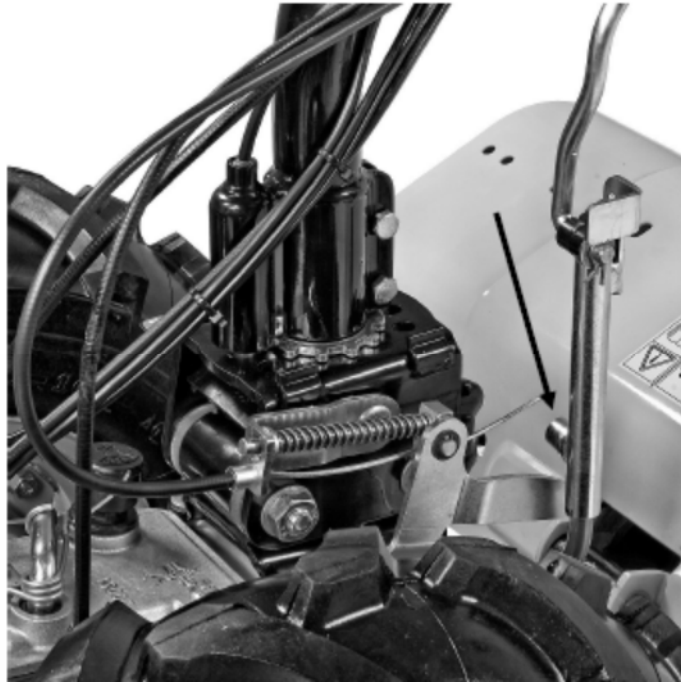
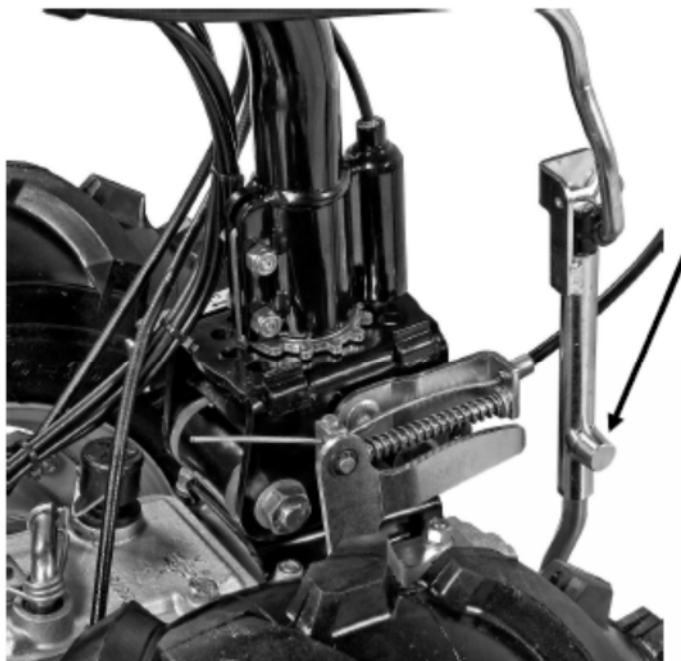
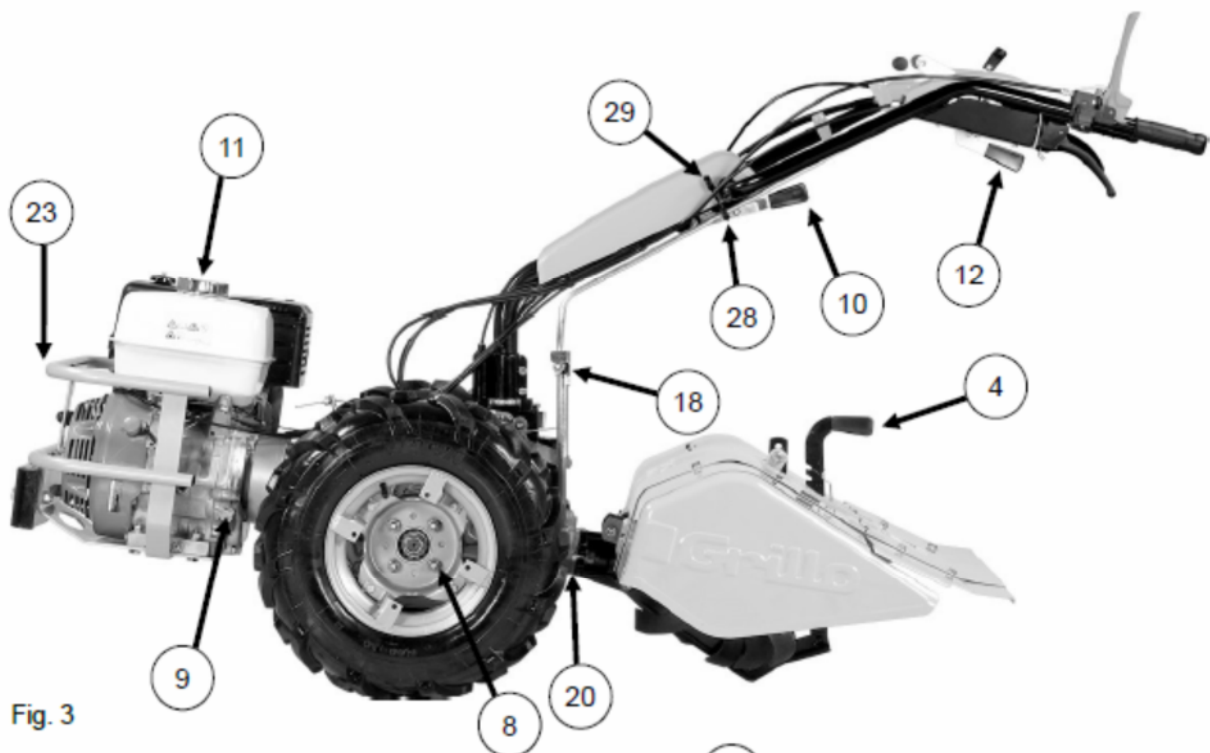

Fig. 2
Fig. 2A
Fig. 3
2. Smør maskinens PTO flange og kobling med fedt (fig 3 nr 20)
3. Af transport hensyn er maskinen sendt med styret over motoren. For at vende styret, tryk håndtaget ned (Fig 3 nr 12) og drej styret 180gr med uret. Indsæt herefter gear og PTO håndtag i nederste position (Fig 3 nr 28). Check også anordningen, der sikrer at fræserhalen ikke arbejder i bak-gear (Fig 2)
8. Monter kontrolstænger i nederste øjer (Fig 3 nr 28) om du anvender maskinen som fræser! Monter kontrolstænger i øverste øjer (Fig 3 nr 29) om du anvender den som fejmaskine (med styret over motoren)
5. Frigang ved koblingskabel ca 10 mm (fig. 3 nr 1)
Åben for benzinhanen (fig 7 nr 1) og sæt gasregulering (Fig 3 nr 14) på halv gas, ved kold motor brug chokeren ved karburatoren. Start motoren ved at trække i startsnoren (fig 4 nr 6)
Sæt gasreguleringen på halv gas (Fig 3 nr 14) og drej nøglen med uret (Fig 4A nr 30)
Placer gearvælgeren i det ønskede gear. Hvis gearet ikke går i indgreb med det samme, slib lidt på koblingen til den går i indgreb. Tryk koblingshåndtaget langsomt ned (Fig 3 nr 1) indtil maskinen begynder at køre. Slippes håndtaget stopper maskinen, men motoren bliver ved med at køre.
For at stoppe motoren, drejes kontakten på håndtaget (Fig 3 nr 21) til position OFF.
Fingerklipperens/Fejemaskinens trækstation fastgøres til traktoren i koblingsparten. Styret skal drejes 180 ° mod motoren. Før du vender styret sættes traktoren i første gear, derefter løsnes kontrolstængerne. Når styret er drejet, monteres stængerne igen. Når styret er vendt, kan alle funktioner anvendes igen. For at drive fejemaskine eller fingerklipper vendes den bolt , der forhindrer utilsigtet tilkobling af bakgear ved fræsning (Figur 2A) ved blot at fjerne den skrue, der blokerer gearstangen og montere den på modsatte side af gearstangen (Fig 2). Vigtigt: når der skal fræses og styret vendes, skal boltten monteres i den oprindelige position (fig.2A).
- 7) Gearstop (Se Fig 2 og 2A)